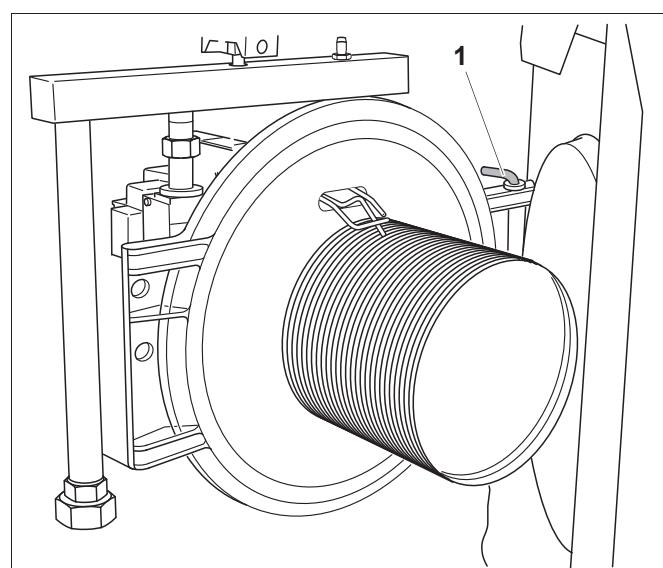

Рис. 7 Монтаж дверцы слева
- Закрепите верхний левый шарнир шарнирной осью (рис. 7, **поз. 1**).
- Закрепите верхний правый шарнир шарнирной осью (в соответствии с рис. 7, **поз. 1**, стр. 12).